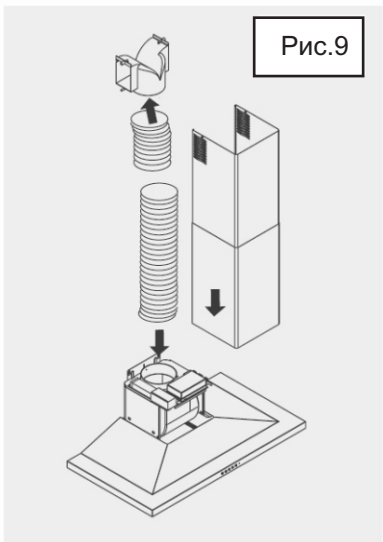

Рис.9
- Подготовьте трубу, располагая ее так, чтобы отверстия под шурупы оказались в нижнем положении (рис.9).